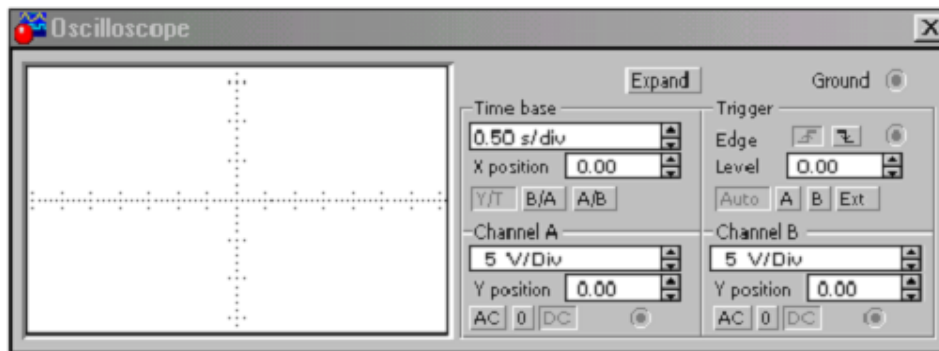

Рисунок 7.14 – Осциллограф.
3. *Oscilloscope* – осциллограф, рисунок 7.14, подобно реальному прибору, имеет два канала (Channel) А и В с отдельными регулировками чувствительности в диапазоне от 10 мкВ/дел ($\mu\text{V}/\text{Div}$) до 5 кВ/дел (kV/Div) и смещения по вертикали (Y Pos), а также три режима по входу: AC, DC и 0.